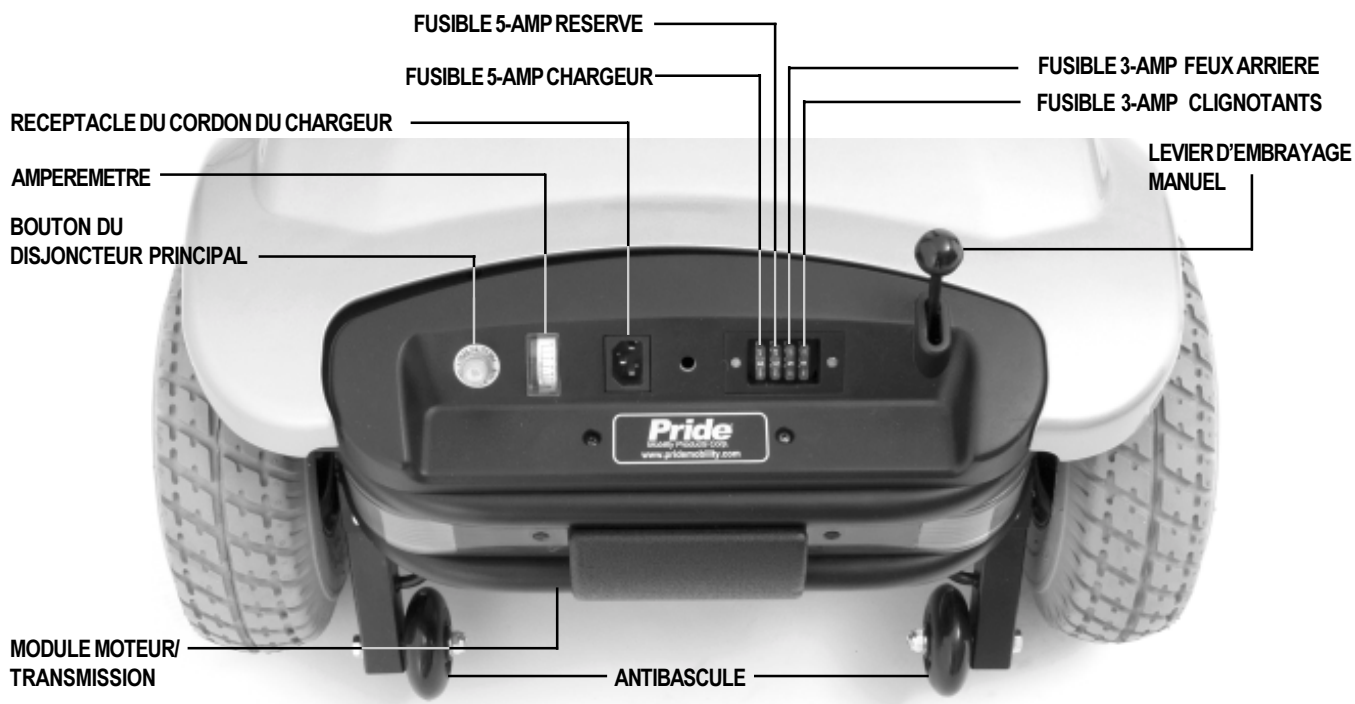

Figure 6. Section arrière
La section arrière de votre Legend abrite les batteries(non-montré), le chargeur à batteries(non-montré), le réceptacle du cordon d'alimentation, le disjoncteur principal, l'ampèremètre, le module moteur/transmission (non-montré) les antibascules et le levier d'embrayage.Voir la figure 6.
Lorsque les batteries sont faibles et que la demande est excessive (charge lourde ou pente forte) le disjoncteur peut se déclencher pour éviter d'endommager les composants électroniques et le moteur. Voir la figure 6.
- Le levier d'embrayage est situé dans le coin droit du tableau arrière de votre scooter. Voir la figure 6.